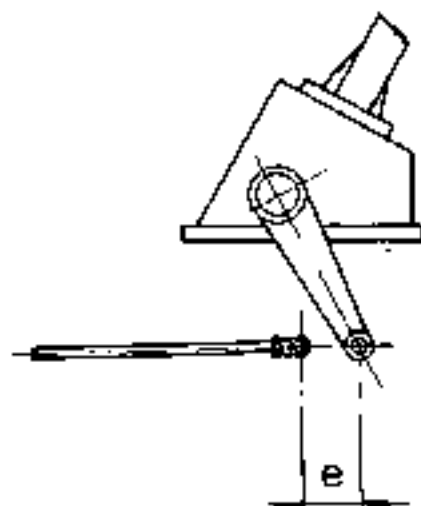

Fig. 145 - Posizione della leva dello sterzo con il volante tutto a destra.
- ruotare il volante di guida verso destra, portando la leva dello sterzo tutta all'indietro (Fig. 145);
- misurare, mediante il calibro 5.9030.271 D la distanza (e) (Fig. 145);